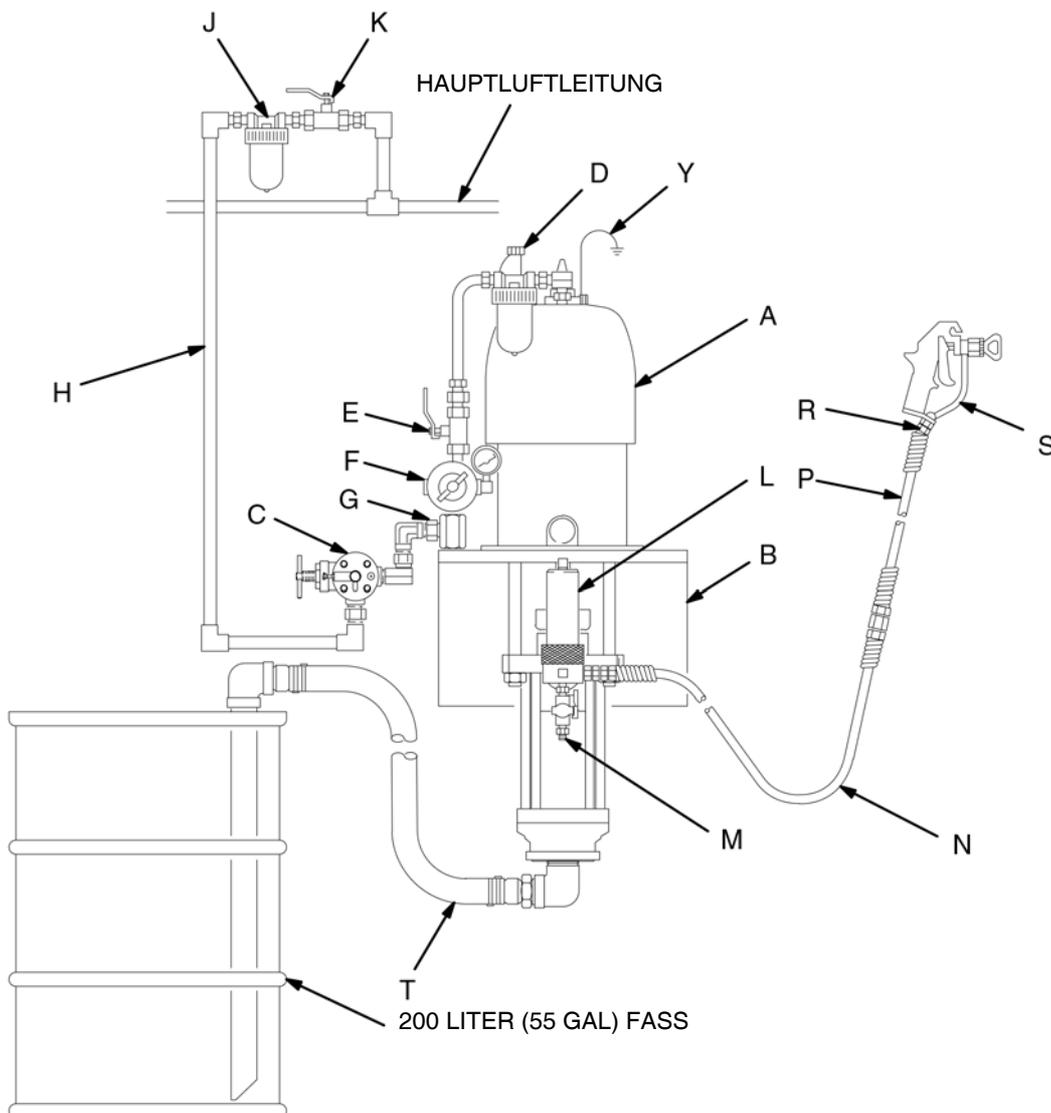

ABB. 4
Abb. 4 stellt nur eine Hilfe für die Auswahl und den Einbau von Systemkomponenten und Zubehörteilen dar. Ihr Graco-Händler hilft Ihnen gerne bei der Zusammenstellung eines auf Ihre spezifischen Anforderungen abgestimmten Systems.
Pumpe (A) so befestigen, wie dies der geplanten Installation am besten entspricht. Abb. 4 zeigt ein an der Wand montiertes System. Die Abmessungen der Pumpe bzw. die Anordnung der Montagebohrungen werden gezeigt auf Seite 38 und 39.
Die nachfolgenden Zubehörteile so installieren, wie dies in Abb. 4 gezeigt wird. Falls nötig, Adapter verwenden.
Die nachfolgenden Zubehörteile so installieren, wie dies in der Abb. 4 gezeigt wird. Falls nötig, Adapter verwenden:
- Ein **Materialfilter (L)** mit einem 60 Mesh (250 Mikron) Element aus Edelstahl zum Filtern von Partikeln aus dem Material beim Austritt aus der Pumpe. Er enthält ein **Materialablassventil (M)**, das in Ihrem System notwendig ist, um den Materialdruck im Schlauch und in der Pistole abzulassen (siehe **WARNUNG** links).
- Eine **Pistole oder ein Ventil (S)** dient zum Dosieren des Materials. Die in Abb. 4 gezeigte Pistole ist eine Airless-Spritzpistole für Materialien mit geringer bis mittlerer Viskosität.
- Ein **Spritzpistolen-Drehgelenk (R)** gibt der Pistole mehr Bewegungsfreiheit.
- Der **Absaugatz (T)** ermöglicht es der Pumpe, Material aus einem 200 Liter Fass anzusaugen.